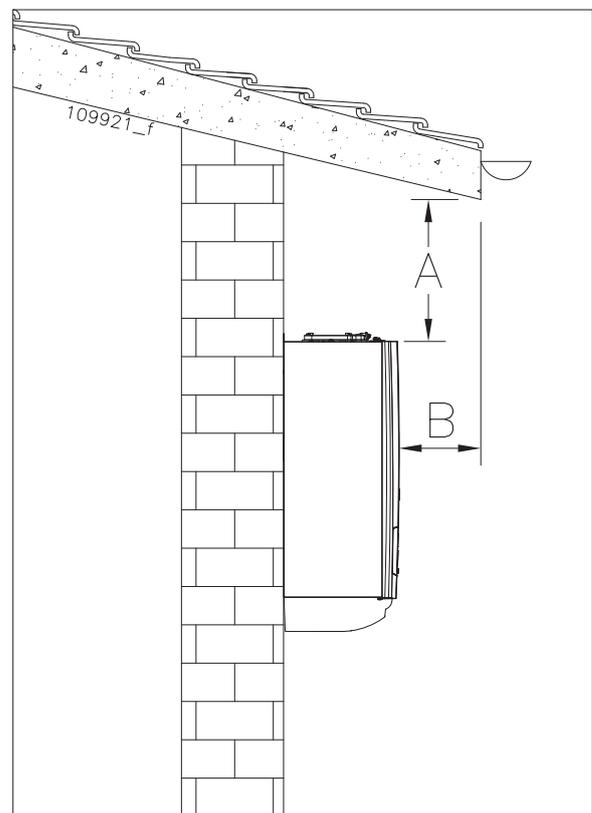

Figura 4-2 - Ejemplo de lugar protegido parcialmente
**Leyenda de la Figura 4-2 - Las distancias "A" y "B" se deben valorar durante la instalación de modo que la lluvia no llegue directamente hasta el aparato.**
Este aparato no debe estar expuesto a temperaturas por debajo de cero y a temperaturas superiores a 50 °C. Elija un lugar protegido contra los agentes atmosféricos y el hielo, se puede montar fuera de la vivienda, en un sitio protegido parcialmente de la lluvia, la nieve y el granizo, como balcones, portales, etc. (véase la Figura 4-2).